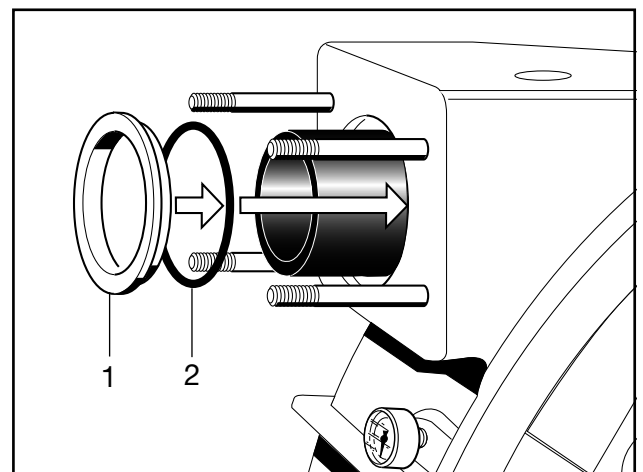

Abb. 33 Montage Stufenring
4. Zuerst den Anschlussstutzen an der Druckseite komplett montieren. Mit dem Einbau des neuen O-Ringes (Pos. 2, Abb. 33) gefolgt vom Stufenring (Pos. 1, Abb. 33) beginnen.